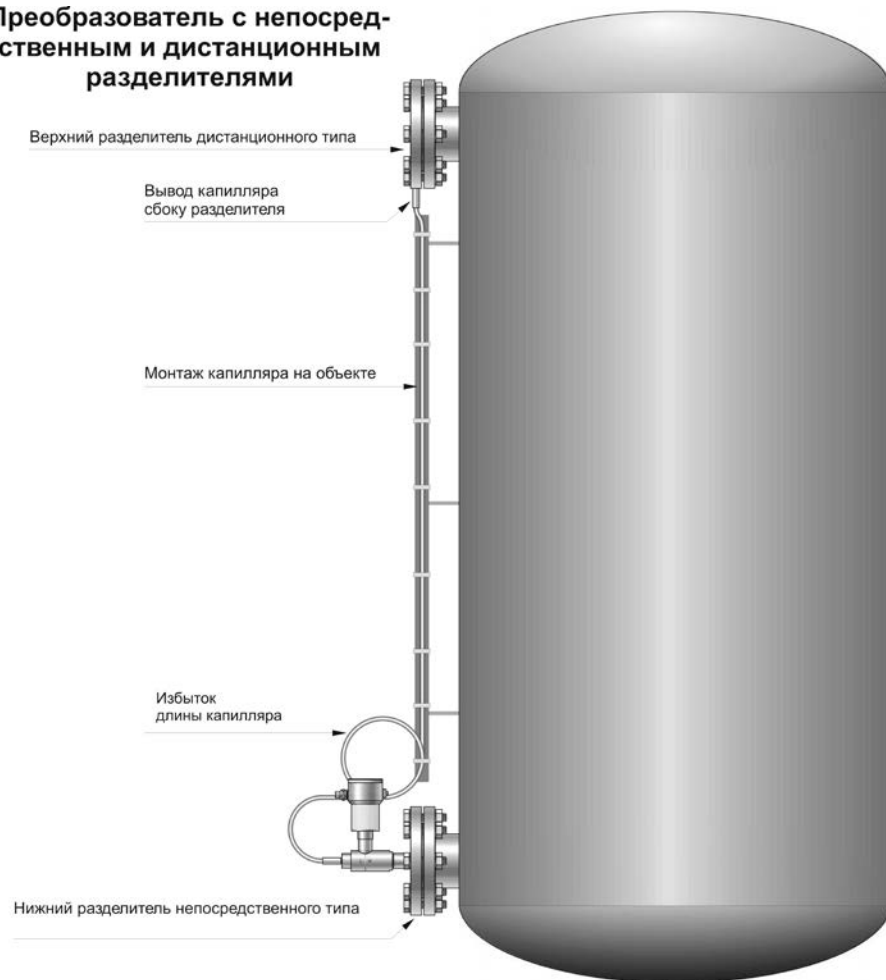

Рисунок 6 – Преобразователь с непосредственным и дистанционным разделителем
9.4.1 Преобразователи с непосредственным разделителем (соединенным с плюсовой измерительной камерой) и дистанционным (соединенным с минусовой камерой) (см. рисунок 6) применяются для гидростатических измерений уровня, плотности, границы фазы и разности давлений (при дифференцированной высоте точек отбора импульсов*).